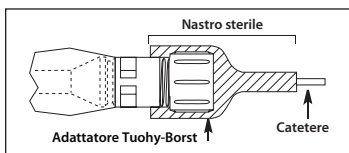

Figura 8
- L'estremità dell'adattatore Tuohy-Borst del sistema di protezione anti-contaminazione per catetere deve essere bloccata con del nastro sterile per inibire lo spostamento del catetere (vedere la Figura 8).